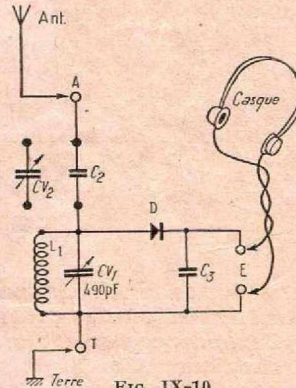
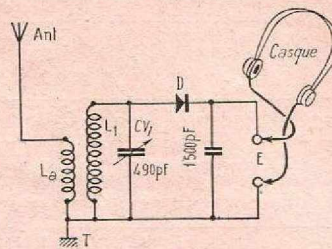

Fig. IX-10
FIG. IX-11
- c) un casque groupant deux écouteurs pour l'audition. Examinons d'abord le premier montage représenté sur la figure IX-10.
Une variante de ce premier montage est illustrée par la figure IX-11. On utilise un couplage inductif ou électromagnétique entre le circuit antenne-terre et le circuit d'accord. Les oscillations HF recueillies parcourent la bobine L_1 et induisent une tension HF correspondante dans la bobine L_2 du circuit d'accord, L_1 et L_2 étant bobinées sur le même mandrin. La sélectivité ainsi obtenue est meilleure que dans le montage précédent.
En ce qui concerne les montages des figures IX-11 et 12, les circuits d'accord mis à part, les autres éléments et leur fonctionnement sont les mêmes que dans le montage de la figure IX-10; nous n'y reviendrons donc pas.